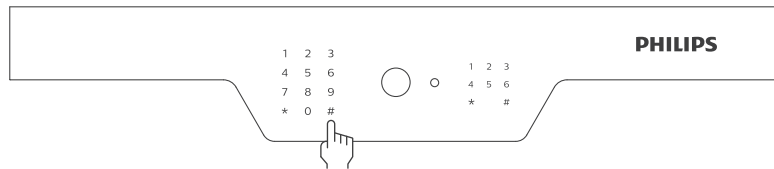

图1
2. 如图1，输入任意指纹或触摸数字键面板唤醒数字面板，输入初始密码“1234”并按“#”键确认，语音提示“锁开了”。打开面板电池盒装入4节5号电池，即完成首次操作。